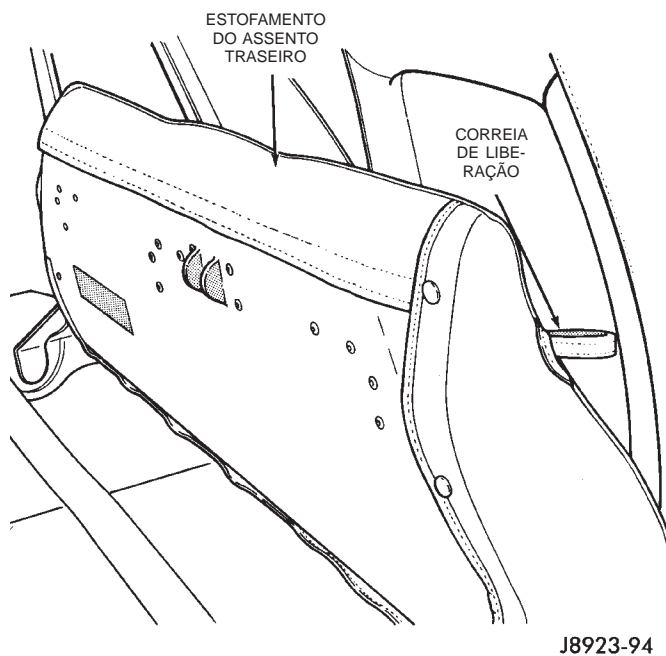

Fig. 86 Correia de Liberação do Estofamento do Assento
(1) Desengate o estofamento do assento na traseira, puxando a correia de liberação para cima (Fig. 86).
(2) Incline o estofamento do assento para a frente.